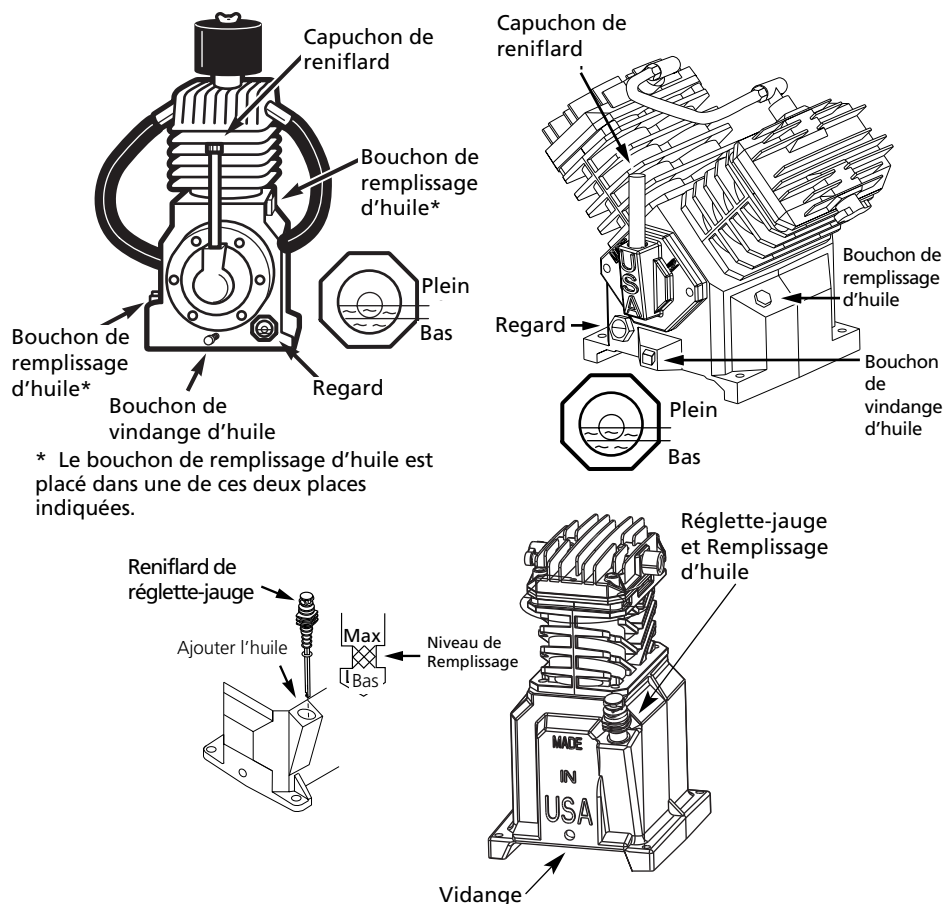

Figure 5 - Schémas De Remplissage D'Huile
**ATTENTION** *CE MODÈLE NE CONTIENT PAS D'HUILE. Avant d'utiliser le compresseur. Remplir jusqu'au centre du regard ou jusqu'à la marque maximum sur la réglette-jauge (voir Figure 5).*
Il y aura de l'huile résiduel dans la pompe qui laissera une couche mince sur le regard. Il n'y a pas assez d'huile pour faire fonctionner le modèle. Remplir la pompe avec l'huile pour compresseurs sans détergent à viscosité simple ISO 100. On recommande l'huile pour compresseur ST126700AV ou Mobil 1® 5W30 ou aussi l'huile synthétique 10W30. Ajouter l'huile à travers le bouchon de remplissage d'huile seulement. Verser l'huile dans n'importe quel orifice peut causer une fuite ou un jet d'huile pendant le fonctionnement. **Remplir jusqu'au centre du regard ou jusqu'à la marque maximum sur la réglette-jauge (voir Figure 5).**